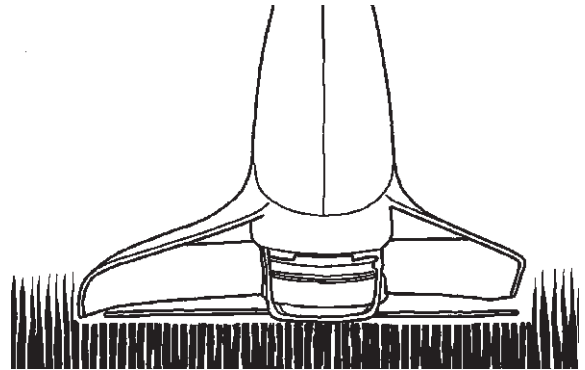

Fig. 12
1. **COUPE ET TONTE** (Fig. 12). Utiliser un mouvement de balancement latéral semblable à celui d'une faux. Ne pas incliner la tête pendant cette opération. Faire un essai sur la partie à tondre pour vérifier la hauteur de coupe. Garder la tête de coupe à une hauteur constante pour obtenir une tonte uniforme.